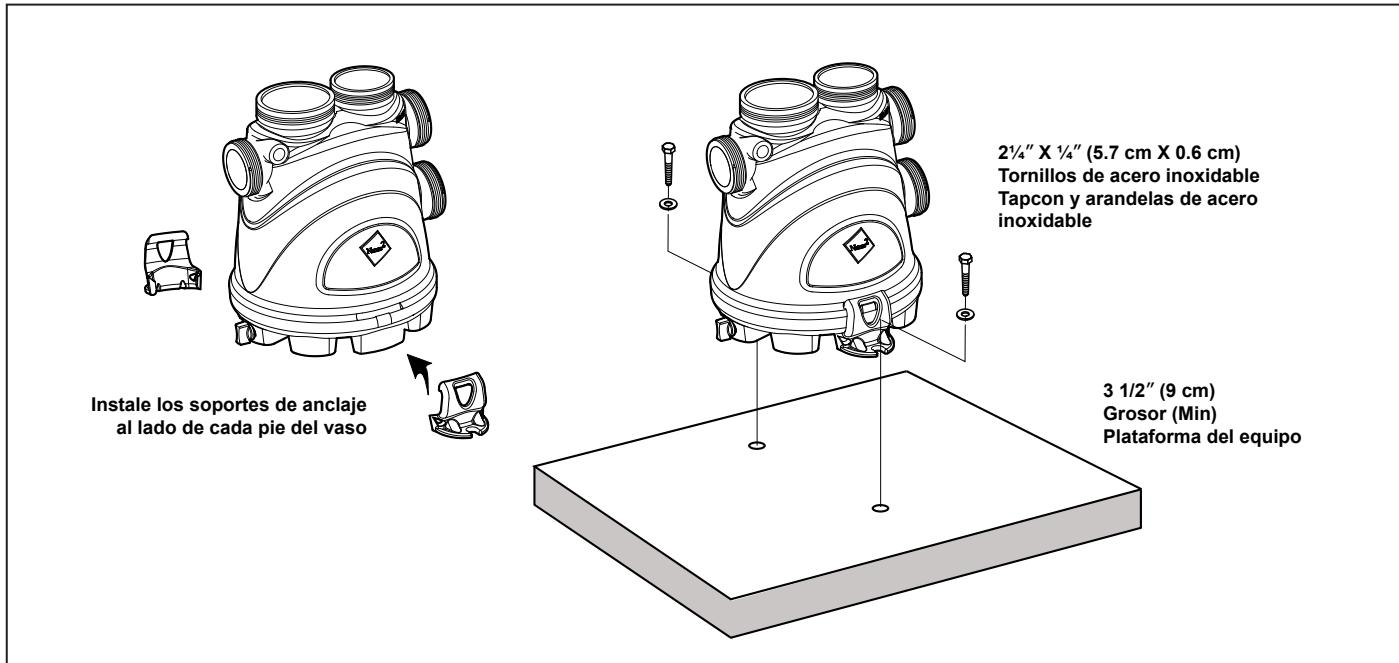

Figura 2. Instalación de los soportes de anclas
**NOTA** Tornillos y arandelas de anclaje para asegurar el vaso a la plataforma de los equipos no se incluyen con el vaso. Zodiac Pool Systems, Inc. ("Zodiac") recomienda que un  $2\frac{1}{4}$ " X  $\frac{1}{4}$ " (5,7 cm x 0,6 cm) de largo de acero inoxidable TAPCON® tornillo y arandela de concreto planos de acero inoxidable se utilizan para montar cada una de las dos (2) anclas en la base a la plataforma de los equipos. El tornillo de Tapcon® concretas de Florida cumple con los requisitos del código de construcción.
1. Manualmente coloque las dos (2) anclas en los pies al costado del vaso, como se muestra en la Figura 2. Asegúrese de que estos soportes de anclas se coloquen firmemente a los pies de la vaso.
3. Perfore los agujeros de  $5/32"$  (0,5 cm) en la plataforma para cada uno de las dos (2) anclas. El tamaño correcto de broca de concreto debe ser obtenido cuando se compran los tornillos de concreto.
4. Instale los tornillos Tapcon y arandelas en cada uno de los dos (2) agujeros para asegurar el vaso a la plataforma de equipos. No se exceda en apretar los tornillos.